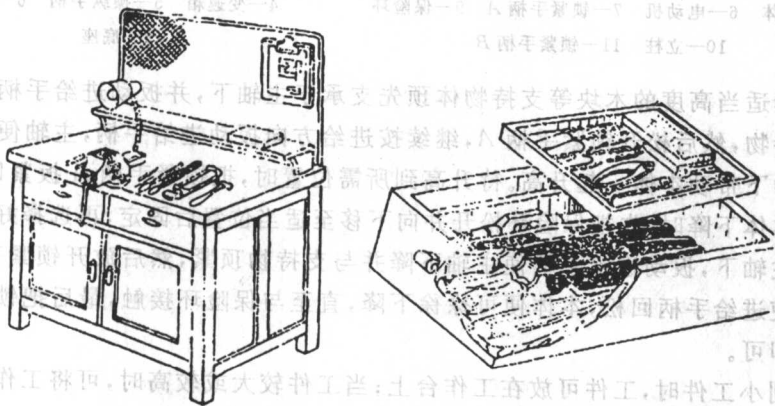

图 1-6 工具和量具的合理放置
① 钳工使用的主要设备的布置要合理恰当。如钳台要放在光线适宜的地方,虎钳高低要适合,多人使用的钳台中间要安装隔离安全网。砂轮机要放在安全的地方,砂轮的旋转方向要避开工作人员。钻床要放在使用方便、光线充足的地方。
② 钳工工作地点应保持整洁,零件、工具、量具应有条理地放在规定位置,以方便使用。零件、工具、量具等不能随便堆放,以防止工具、量具的损坏。精密量具要轻拿轻放。工具和量具的合理放置如图 1-6 所示。